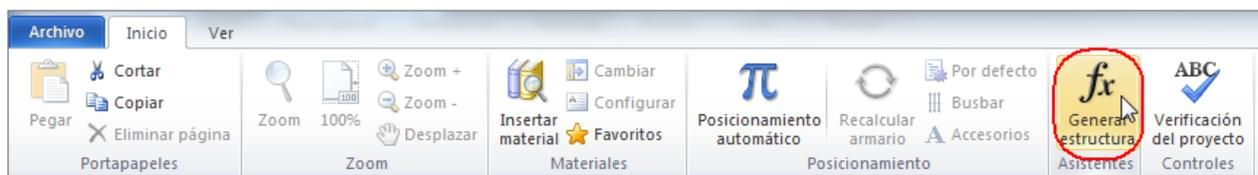

Fig. 25.
- Haga clic en el comando **Generar estructura** (Fig. 25).